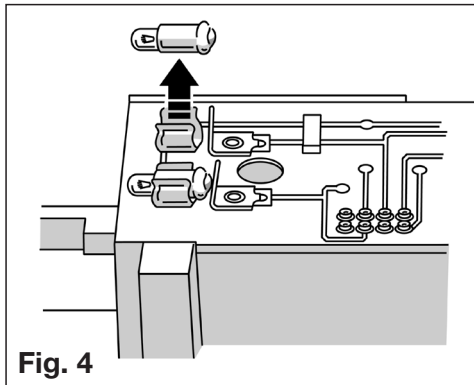
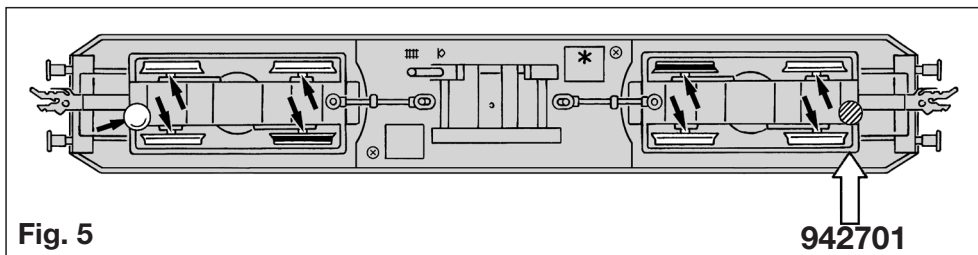

Fig. 4
Fig. 5
Ölen: Geölt werden die Achsen nur an den gekennzeichneten Stellen (Fig 5). Nur **FLEISCHMANN-Öl 6599** verwenden. Nur ein kleiner Tropfen pro Schmierstelle (→), sonst Überölung. Zur Dosierung die in der Verschlusskappe der Ölflasche angebrachte Nadel verwenden.
Glühlampe aus der Halterung nach oben herausziehen (Fig. 4).
An der markierten Stelle kann der **Schaltmagnet 942701** befestigt werden (Fig. 5).
* Dieser Stern bezeichnet die masseführende "gemeinsame Seite" der Lok (Fig. 5).
Oiling: The axles should only be lubricated at the points indicated (fig. 5). Only use **FLEISCHMANN-oil 6599**. Only put a tiny drop in each place (→), otherwise it will be overoiled. An applicator needle is located in the cap of the oil bottle for your use. **Under no circumstances should the motor bearings be oiled! The motor is maintenance free!**
Bulb Changing: Pull the bulb upwards out of the socket (fig. 4). **Spare Bulb (white): 00006538 (DCC: 00006535) · Spare Bulb (red): 00006539 (DCC: 00009531) · Spare Traction Tyres: 00544006 · Spare Motor: 00504355** The indicated point can be used for locating the **switching magnet 942701** (fig. 5).
* This star indicates the so called "common side" of the loco (fig. 5). **The motor brushes are not exchangeable.**